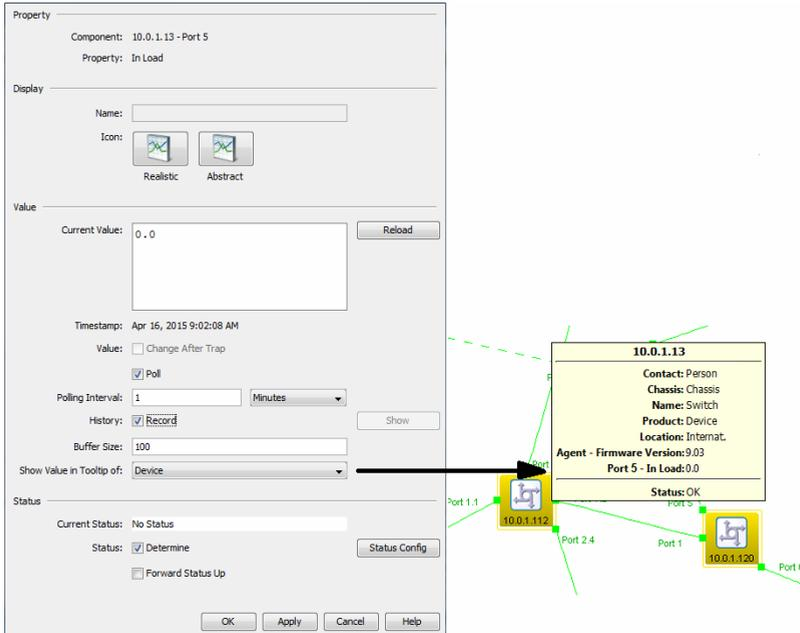

Figura 65: Características de detalle
- ▶ Mediante “Buffer Size” especifica cuántas líneas acumula el archivo de log. Si desea que este valor aparezca de forma adicional en la información rápida de un componente superior, seleccione el componente “Show Value in Tooltip of” de la lista desplegable (ver la figura 65).